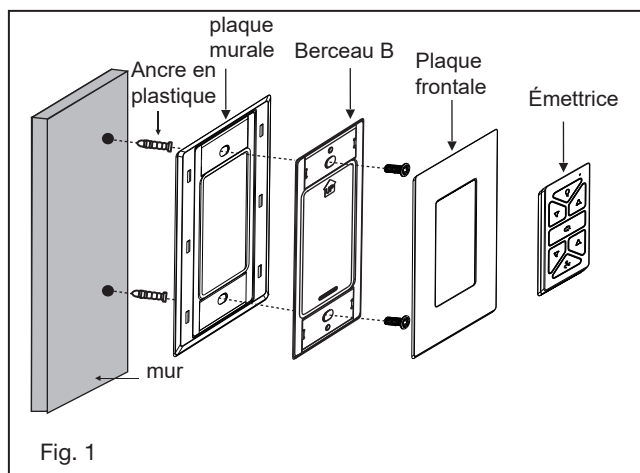

Fig. 1
- 3 Rentrez soigneusement les connexions dans l'ensemble LED, placez l'ensemble LED sur le moyeu de montage avec les 3 vis fournies. (Fig. 1)
- 4 Soulevez le couvercle de la lumière contre l'ensemble LED et tournez-le dans le sens des aiguilles d'une montre jusqu'à ce qu'il soit bien ajusté, NE PAS TROP SERRER. (Fig. 1)
- 1 Sélectionnez un emplacement souhaité. Utilisez la plaque murale pour marquer l'emplacement des trous de montage. Des chevilles murales en plastique ou des vis de montage sont nécessaires pour cette application. (Fig. 1)